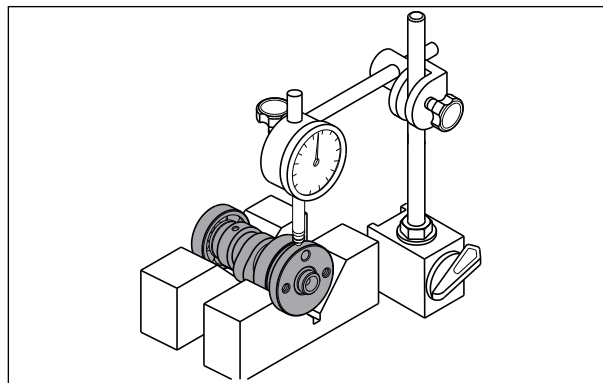

Fig. 3.72
- Meça o empenamento com um relógio comparador. Substitua a árvore do comando por uma nova se o empenamento exceder o limite. (Fig. 3.72)